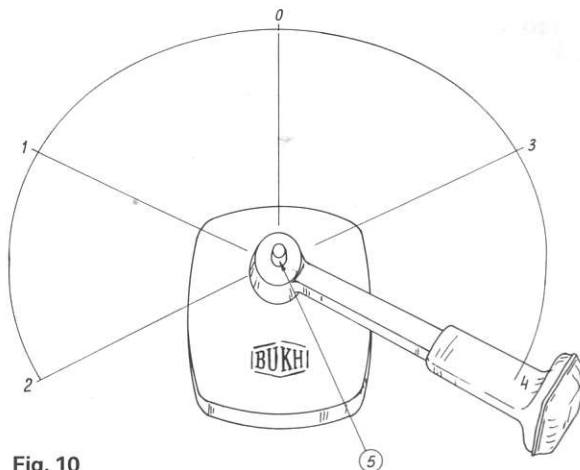

Fig. 10
2. Sæt gearet i neutral stilling ved hjælp af regulerings­håndtaget (fig. 10).
1. Sæt gearet i neutral stilling (fig. 10).